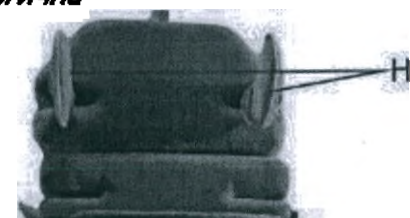

Рис.71
9) Регулировка положения боковых ограничителей (при наличии) (рис.71)